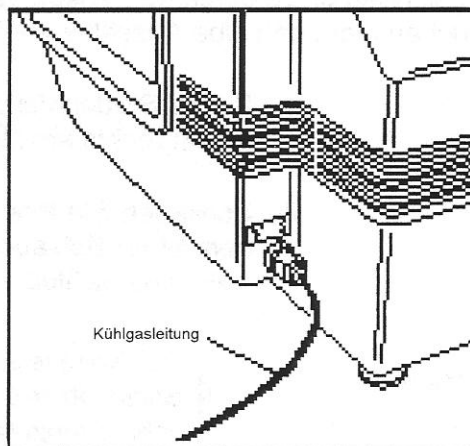

Abbildung 1.7 — Der Kühlgasanschluß des DSC 2920 CE
1. Finden Sie den Kühlgasanschluß (Beschriftung: "COOLING GAS – 120 psi maximum") hinten links am Modulgehäuse (s. Abbildung 1.7). Im Gegensatz zu den anderen Gasanschlüssen besitzt der Kühlgasanschluß ein Schraubgewinde.